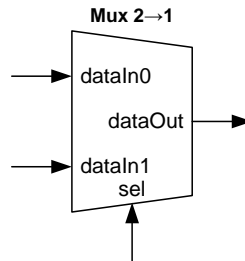

Figura 1 – Interface do multiplexador 2->1.
1. Escreva no seu *log book* uma entidade e uma arquitetura em VHDL para um multiplexador de 2->1, cuja interface deve ser a representada na Figura 1 e a implementação deve ser baseada num processo em VHDL (*process*).